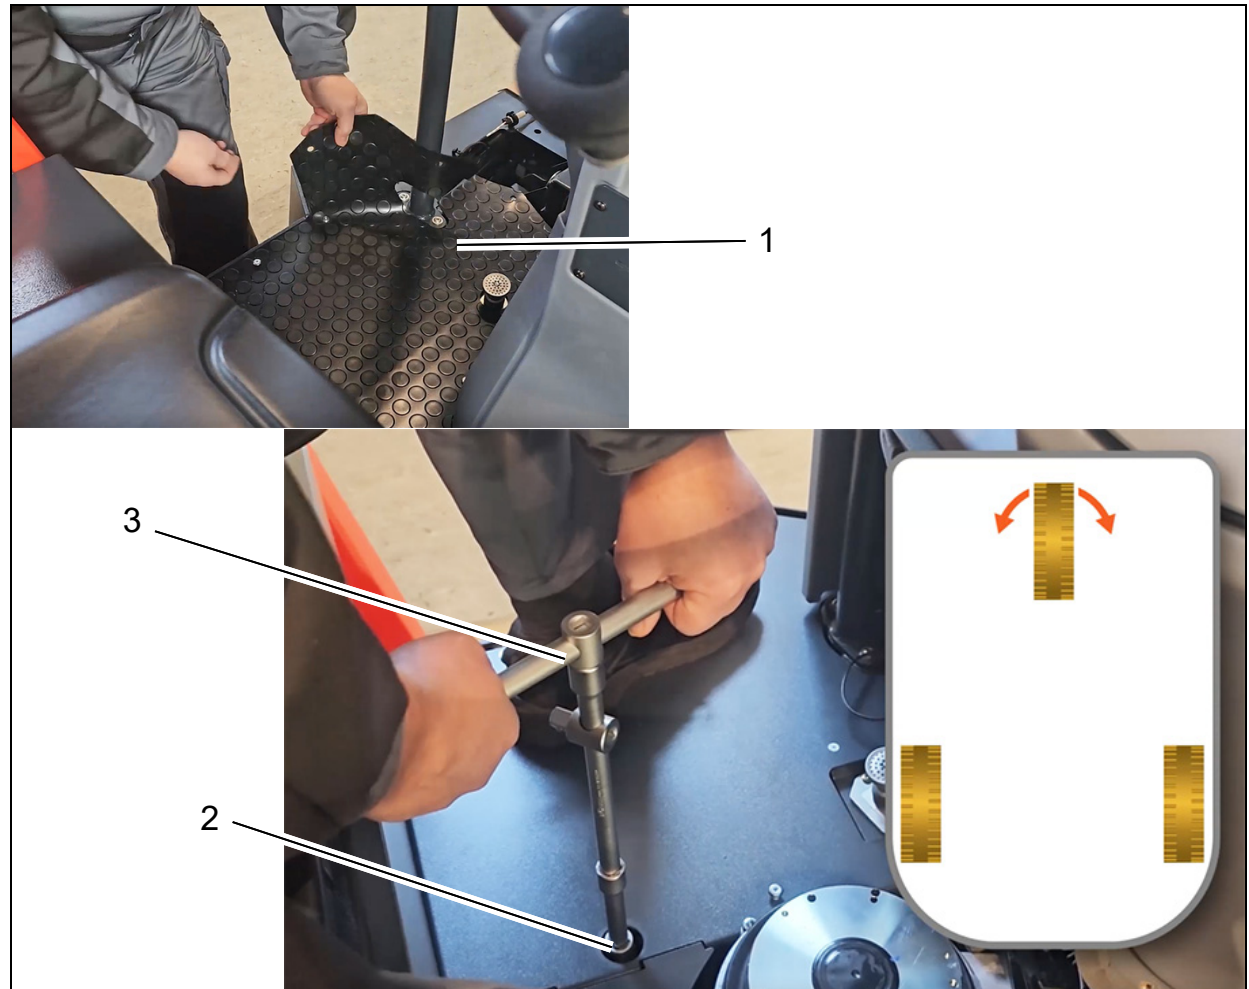

Abb. 6
2. Bodenmatte auf der linken Seite der Maschine entfernen (Abb. 6/1).
3. Steckschlüssel durch die Bohrung im Bodenblech auf den Fahrtrieb stecken (Abb. 6/2).
4. Die Maschine mithilfe des Steckschlüssels lenken (Abb. 6/3).